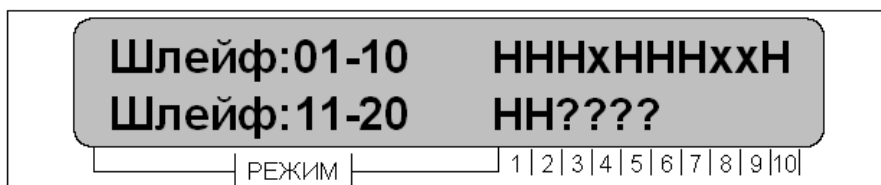

Рисунок 6
- «**Состояние шлейфов зон**» - отображается состояние шлейфов системы, рисунок 6;